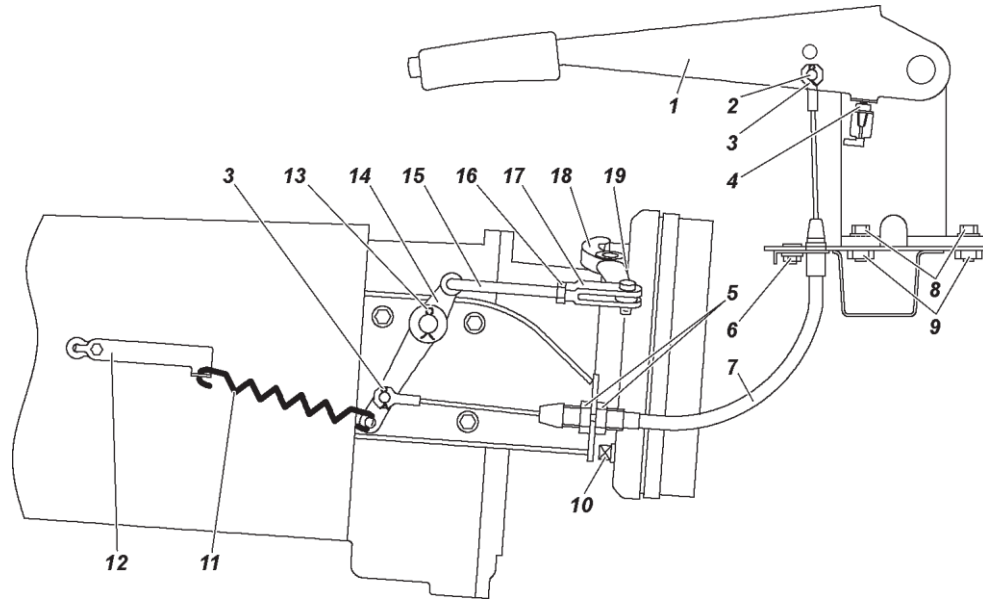

Fig. 9.28 Accionamiento del freno de aparcamiento de transmisión:
**Freno de aparcamiento de transmisión** que actúa sobre la transmisión (fig. 9.28).
2. Cambie la posición de la palanca del freno de aparcamiento 1 (fig. 9.28) a la posición extrema inferior.